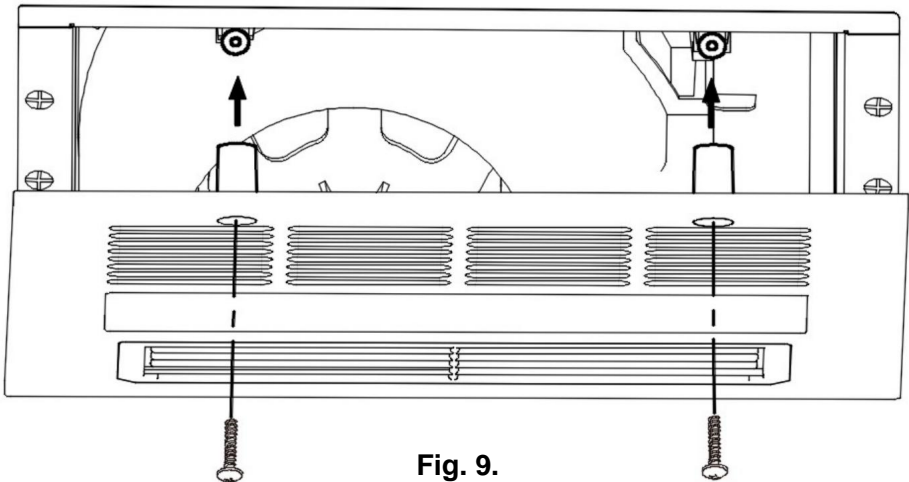

Fig. 9.
10. Rikta in de två skruvstolparna på gallret med de två skruvstolparna i fläkthuset, tryck gallret till nivå med taket och lås det slutligen med två M4x 12 skruvar. (Se bild 9.)